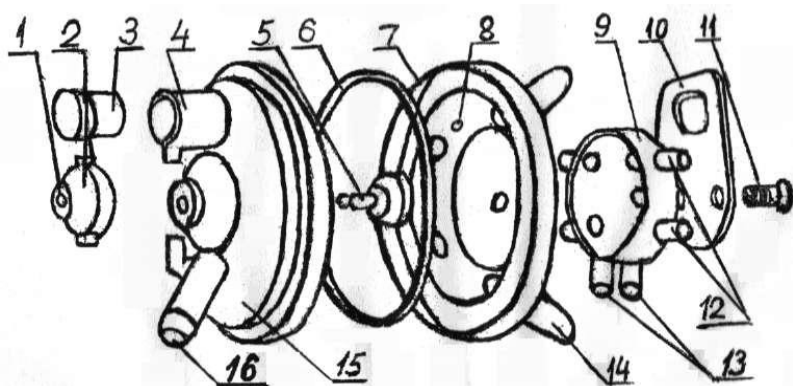
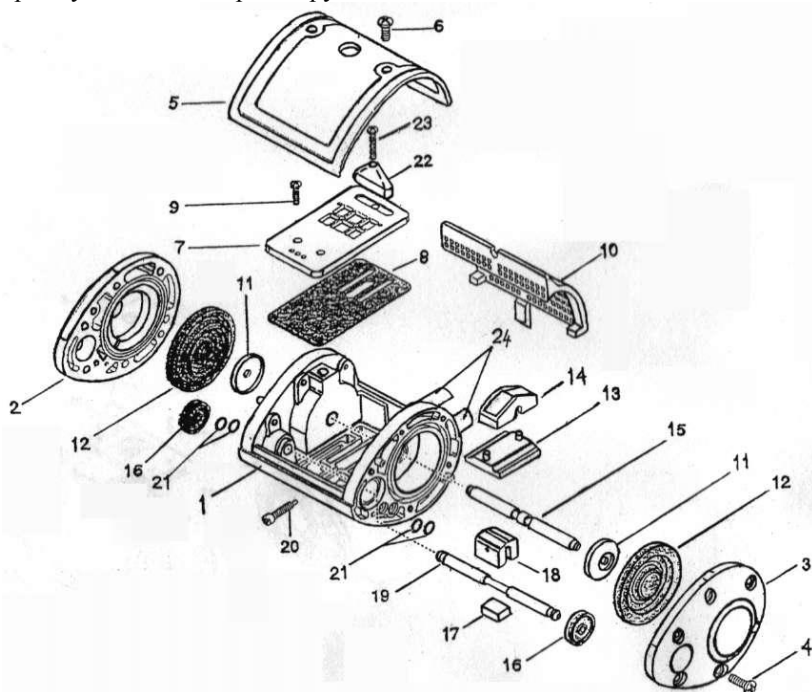
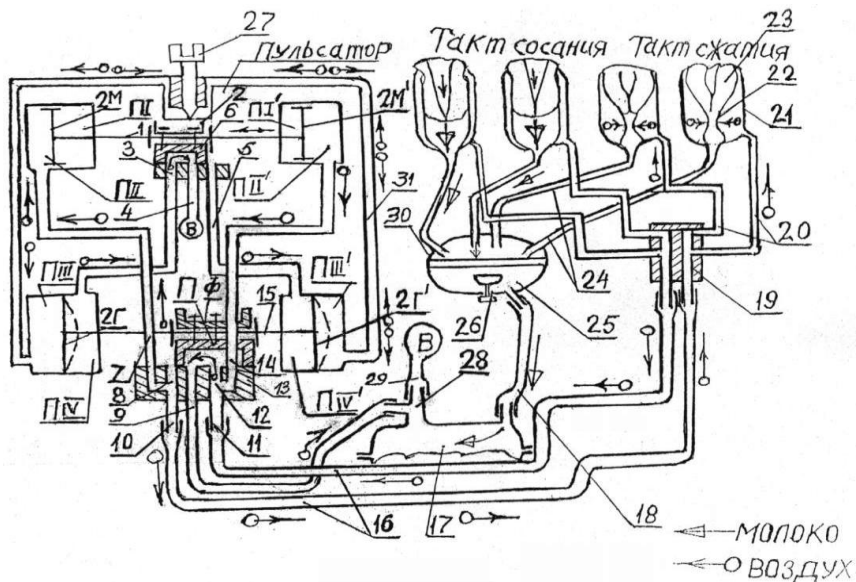
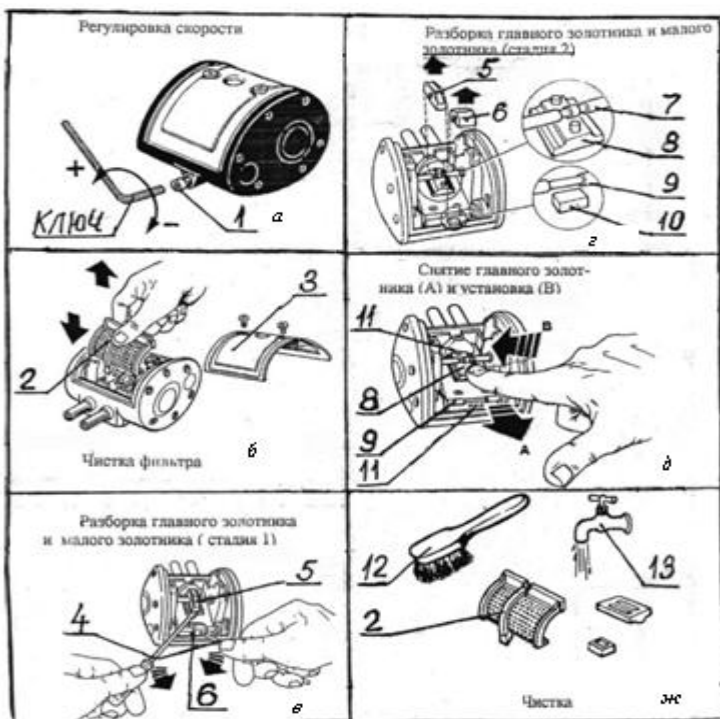

Рис. 4. Коллектор доильных аппаратов АДС-25 попарного доения четырех модификаций:
Рис. 6. Пульсатор L80 доильного аппарата АДС-25:
Рис. 7. Схема работы доильного аппарата попарного доения АДС-25 с пневматическим пульсатором L80:
Рис. 8. Техническое обслуживание доильного аппарата АДС-25:
2) впуска воздуха в молочную камеру для лучшей эвакуации из нее молока в процессе доения. Впуск воздуха в молочную камеру происходит через дроссельное отверстие (рис. 4) в корпусе коллектора 7 постоянно;
Коллектор доильных аппаратов попарного доения четырех модификаций типа АДС-25 показан на рис. 4.
Пульсатор состоит из корпуса 1 (рис. 6), в боковых стенках которого размещается две главные 12 и две малые диафрагмы 16, которые посажены на главную 15 и малую оси 19. Главные диафрагмы 12 с внутренней стороны перегородок корпуса уплотнены тарелками диафрагмы 11, а малые диафрагмы 16 с двух сторон на оси 19 уплотнены кольцами 21. С наружных боковых сторон пульсатора диафрагмы 12 закрыты крышками 2 и 3, прикрепленными к корпусу 1 винтами 4. Малые диафрагмы 16 свободно перемещаются в корпусе 1 вместе с осью 19.
Прямоугольное отверстие 9 (рис. 7) и круглое отверстие 4 панели пульсатора соединяются с вакуумпроводом «В». Боковые прямоугольные каналы 8 и 12 клапанной панели 7 соединены с
патрубками переменного вакуума 10 и 11 пульсатора, которые шлангами 16 соединяются с патрубками распределителя переменного вакуума коллектора 19 доильного аппарата, через который вакуум по трубкам 20 поступает в межстенные камеры доильных стаканов при их работе. На клапанную панель 7 (рис. 6) ниже главной 15 и малой 19 осей установлены большая 13 и малая 17 переключающие пластины, которые фиксаторами 14 и 18, установленными над главной 15 и малой 19 осями, надежно соединяют их с переключающими пластинами посредством специальных соединений (замков). Снизу на корпусе пульсатора установлен фильтр 10 (рис. 6), который крепится к корпусу крышкой 5 винтами 6.
Главная ось 15 пульсатора при этом занимает всегда среднее положение вследствие равнозначного действия упругих сил со стороны больших диафрагм $2Г$ и $2Г'$, так как они крышками 2 и 3 (рис. 6) прижимаются к корпусу 1 пульсатора, а в камерах III и III' (рис. 7) находится одинаковой величины атмосферное давление.
Малая пластина 6 вместе с осью 1 вследствие трения диафрагм $2М$ и $2М'$ о внутреннюю поверхность рабочих цилиндров пульсатора, в которых они перемещаются в процессе работы, и выравнивания вакуумергического давления в камерах III и III' , так как главная ось 15 занимает вместе с переключающей пластиной «П» среднее положение и в каналы 7 и 14 будет поступать воздух, быстро останавливаются в любом положении, так как диафрагмы малой оси 1 не фиксируются крышками 2 и 3 (рис. 6) пульсатора, как диафрагмы $2Г$ и $2Г'$ главной оси 15.
На рис. 7 малая ось 1 изображена при неработающем пульсаторе в крайнем левом положении.
В этот момент из канала 4 вакуум по каналу 3 заполняет камеру *ПІV*, а атмосферный воздух по каналу 5 проникает в камеру *ПІV'*. Под действием разности давлений на мембрану 2Г она прогнется в сторону действия меньшей силы в сторону камеры *ПІV*, так как на мембрану 2Г' с обеих сторон будет действовать одинаковой величины сила, в камере *ПІV'* и *ПІІ'* будет находиться воздух. Главная ось 15 пульсатора вместе с переключающей пластиной «П» переместится вправо (правое положение главной оси 15 пульсатора показано на рис. 7).
При правом положении переключающей пластины «П» главной оси 15 пульсатора через патрубок 11 вакуум по шлангу 16 распространяется в левую часть распределителя 19 коллектора 30 доильного аппарата и по патрубкам 20 переменного вакуума в межстенные камеры двух (на рис. 7 – левых) доильных стаканов. Подсосковые камеры этих стаканов соединены молочными трубками 24 с молокосорной камерой коллектора 30, которая шлангом 18 постоянно соединяется с вакуумированным доильным ведром 17. При этом сосковая резина в доильных стаканах примет недеформированное положение, сфинкеры сосков откроются, и начнется истечение молока, т. е. в этих доильных стаканах начнется такт сосания. Под действием вакуума молоко, извлекаемое из молочных цистерн сосков, по молочному шлангу 18 поступает в доильное ведро 17. Воздух, всасываемый через дроссельное отверстие 8 корпуса коллектора 7 (см. рис. 4) в молокосорную камеру способствует лучшей эвакуации молока из молочной камеры коллектора в доильное ведро.
Пульсатор *L80*, которым комплектуется доильный аппарат АДС-25, позволяет регулировать частоту пульсаций. При повороте поставяемого ключа по часовой стрелке частота пульсаций уменьшается, против часовой стрелки – увеличивается. Это происходит за счет увеличения или уменьшения площади поперечного сечения канала 31 (см. рис. 7), соединяющего камеры постоянного атмосферного давления *III* и *III'* винтом 27. Изменение площади сечения канала 31 увеличивает или уменьшает силу сопротивления перетеканию воздуха из камеры *III* в камеру *III'*. Перетекание атмосферного воздуха из камеры в камеру обусловлено прогибом диафрагм 2Г и 2Г' в процессе работы доильного аппарата.
Конструкция пульсатора позволяет регулировать и соотношение длительности протекания такта сосания и такта сжатия. Это достигается путем замены переключающей пластины 13 (рис. 6) пульсатора при его настройке. Такт сосания и сжатия соска вымени может составлять 50/60, 60/40, 65/35, 70/30 процентов цикла работы пульсатора. Переключающие пластины разных соотношений тактов поставляются заводом по просьбе заказчика. Их замена при
1. Используя поставляемый с доильным аппаратом ключ, изменяют частоту пульсаций. Следует поворачивать винт 1 (рис. 8, а) регулировки частоты пульсаций по часовой стрелке, если необходимо уменьшить частоту; против часовой стрелки, если надо увеличить частоту пульсаций.
3. Чистить фильтр 2 (рис. 8, б) следует не реже одного раза в месяц.
При замене клапанной панели с целью изменения длительности такта сосания и сжатия необходимо в первую очередь снять верхнюю крышку 3 (рис. 8, б) и фильтр 2. Это необходимо сделать для создания доступа к золотникам пульсатора. Для этого достаточно вывинтить два винта 6 (см. рис. 6) крепления верхней крышки.
1. Сначала снимают фиксатор 6 (рис. 8, в) с малой переключающей пластины 10 (рис. 8, з) малой оси 9, а затем фиксатор 5 с главной переключающей пластины 8 главной оси 7. Для этих целей используется плоская отвертка 4 (рис. 8, в). Фиксаторы плотно одеты на выступы переключающих пластин. При снятии фиксаторов не следует прикладывать больших усилий, ибо они, так же как и переключающие пластины, выполнены из специальной пластмассы. Отвертку вставляют между переключающими пластинами и их фиксаторами, поднимая фиксаторы кверху, слегка покачивая их.
2. Снимают вначале малую пластину 10, двигая ее указательным пальцем на себя, а затем, двигая тем же пальцем вперед (от себя), переключающую пластину 8 (рис. 8, д) главной оси и снимают ее с
клапанной панели 7 (см. рис. 6) пульсатора в сторону патрубков переменного вакуума 24.
3. Тщательно чистят щеткой 12 (рис. 8, жс) все рабочие плоскости золотников пульсатора, смывая грязь теплой водой. При замене клапанной панели 7 (см. рис. 6) необходимо вынимать винт 23 фиксатора 22 панели и винты 9 крепления ее в верхней части, при этом следует соблюдать осторожность, чтобы не повредить ее уплотнение 8.